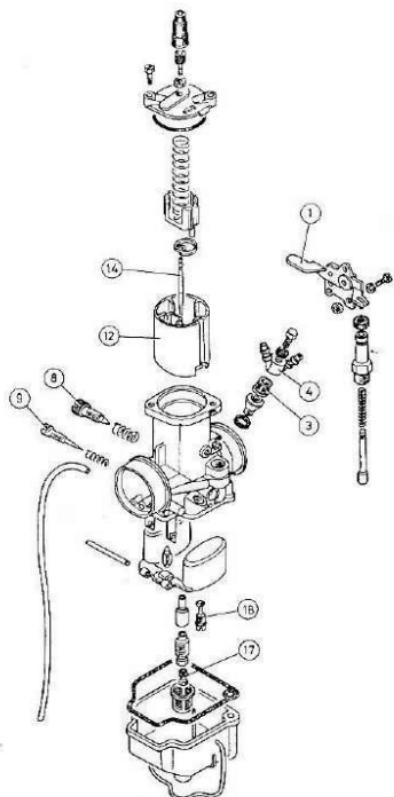

Fig. 11
No obstante, la complejidad de un carburador, a muchos motoristas les interesa conocer sus detalles y particularidades. Para éstos incluimos su dibujo desglosado (Fig. 11).
1. Ajuste de la marcha lenta (ralenti). La marcha lenta adecuada es aquella que permite rodar a muy pocas revoluciones en primera velocidad. Para ello, graduar el tornillo 8 situado en el lado izquierdo del carburador (Fig. 11). Para aumentar o disminuir la marcha lenta se debe roscar o desenroscar dicho tornillo 8.
Para graduar la mezcla se dispone del regulador del aire 9 (Fig. 11), situado en el lado izquierdo del carburador. Para determinar la posición del regulador del aire, poner el motor en marcha lenta, rosca el regulador hasta el fondo y luego desenroscar $\frac{3}{4}$ de vuelta. Si el motor no soporta bien esta graduación, rosca el regulador hasta que el motor tienda a pararse por mezcla demasiado rica. En este momento desenroscar el regulador hasta que el motor tienda a pararse por mezcla demasiado pobre. La graduación más adecuada será la media entre ambas graduaciones.
Cependant, malgré la complexité en général d'un carburateur, beaucoup de motocyclistes désirent en connaître les détails et particularités. Pour cette raison, nous incluons une vue éclatée (Fig. 11).
1. Réglage du ralenti. Le ralenti correct est celui qui permet de rouler en première à peu de tours-minuts. Pour l'obtenir agir sur la vis 8 située sur le côté gauche du carburateur (Fig. 11). Pour augmenter ou diminuer le ralenti, visser ou dévisser cette vis 8.
Pour régler le mélange, en dispose du régulateur d'air 9 (Fig. 11) situé sur le côté gauche du carburateur. Pour déterminer la position adéquate du régulateur d'air, mettre le moteur à bas régime, visser à fond le régulateur, puis dévisser de trois quarts de tour. Si le moteur ne supporte pas bien ce réglage, visser le régulateur jusqu'à ce que le moteur ait tendance à s'arrêter parce que le mélange est ce que le moteur ait tendance à s'arrêter parce que le trop riche. A ce moment-là, dévisser le régulateur jusqu'à mélange est trop pauvre. Le réglage le plus adéquat sera celui qui est à mi-course entre ces deux réglages.
Although a carbureter is quite complicated, many riders want, to know more about its peculiarities and details, and for them we include an exploded view (Fig. 11).
1. Adjusting the idle. A proper idle allows to run at low r.p.m. in first gear. To obtain this condition, adjust idle screw 8 located on the left side of carbureter (Fig. 11).
To adjust the mixture at idle, use the air screw 9 (Fig. 11) located on the left side of carbureter. To set the air screw, let the engine run at idle, rotate the screw CW until its bottom, and then back it off 3/4 of a turn. If the engine does not idle well at this setting, rotate the air screw CW until the engine dies because the mixture is too rich. Back off the screw until the engine dies because the mixture is too lean. The best setting will be the half distance between both settings.